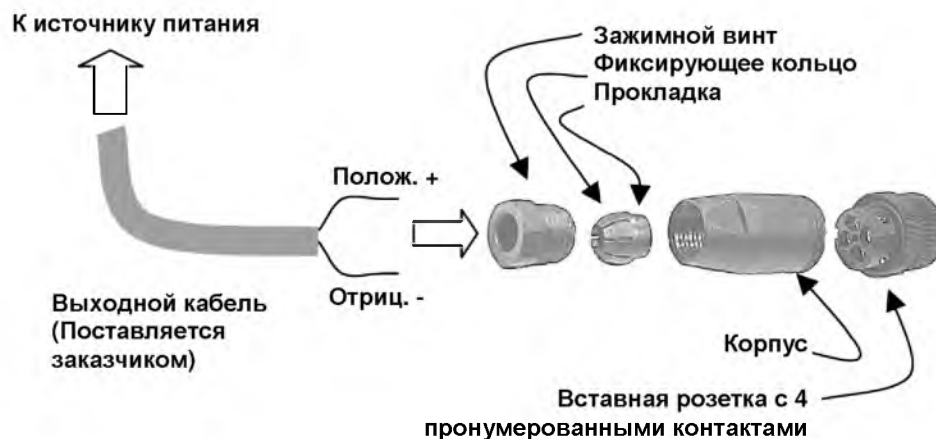

Рис. 2-2 Разъем для внешнего монтажа
- 2) С помощью разъема для внешнего монтажа с использованием кабеля, поставляемого заказчиком (см. рис. 2-2)
Обратитесь к рис. 2-2. Разъем для внешнего монтажа подходит к поставляемому заказчиком кабелю с наружным диаметром 4-6 мм с витой экранированной парой.